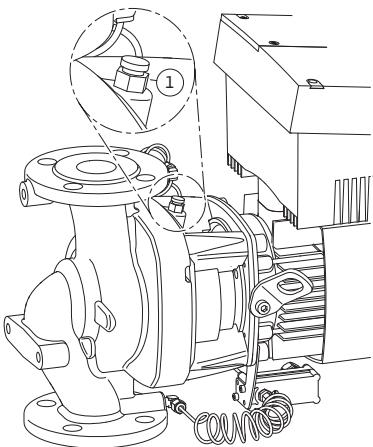

Fig. 47: Lufteventil
- Lufte pumpen ved å løsne lufteventilene (Fig. 47, pos. 1). Tørrkjøring ødelegger pumpens mekanisk tetning. Ikke luft differansestrykkgiveren (fare for ødeleggelse).